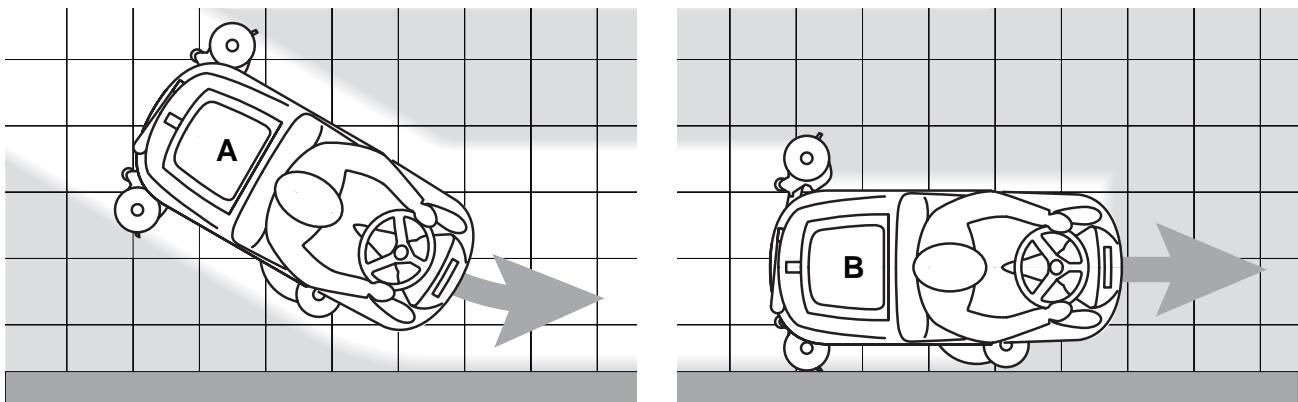

Figure 4
- Si besoin est, pour réduire au minimum le bruit, activer la fonction de mode silencieux en appuyant sur l'interrupteur (55).
*Pour un lavage / séchage correct du sol près du mur, Clarke recommande d'approcher le côté droit de la machine, comme illustré dans la figure 4.*